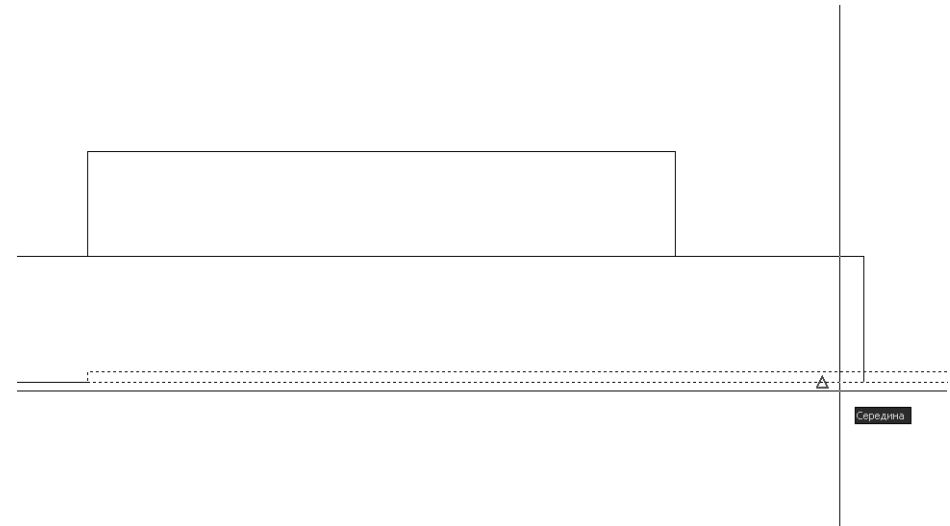

Рис. 5.20 ▼ Задание базовой точки с использованием режима **Середина** (Midpoint)
- AutoCAD предложит в командном окне выбрать базовую точку. Включите режим привязки **Середина** (Midpoint) и выберите точку, которая находится посередине нижней линии контура выделенного прямоугольника (рис. 5.20).